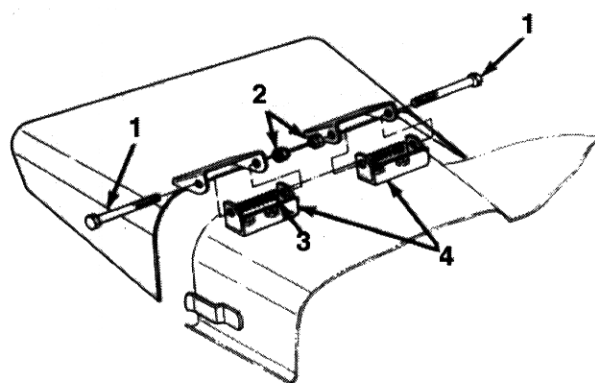

Fig 10
1. Fjern de to skruer, låsemøtrikker og fjedre, som fastholder græsudkastets monteringer på drejebeslaget (Fig. 10).
låseskiverne og møtrikkerne (Fig. 10).